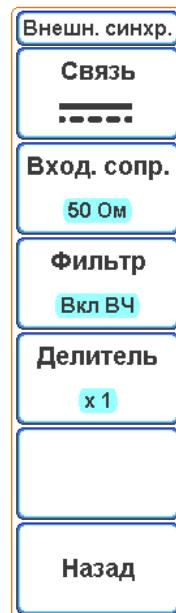

Рисунок 6.23 – Экранное меню «Внешняя синхронизация»
- нажать экранную кнопку «Далее», чтобы перейти в дополнительное меню «Синхронизация». Затем нажать экранную кнопку «Канал Внеш.синхр.» При этом открывается меню «Внешн. синхр.» (рисунок 6.23);